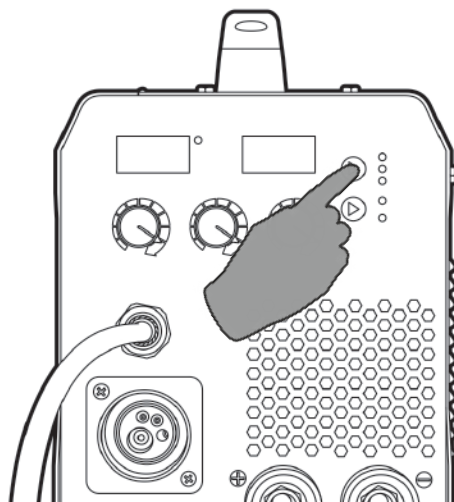

Рис. 13.2. Выбор способа сварки.
4. Перейдите в режим TIG (см. рис. 7.1, п. 6) на передней панели сварочного аппарата (см. рис. 13.2).